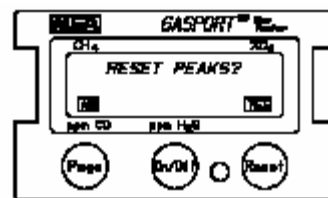

Figura 2-28. ¿Reajuste de Lecturas Pico?
2. Presione el botón RESET (YES) (SI), Figura 2-28, para reajustar las lecturas pico o presione el botón PAGE (NO) o espere 15 segundos para cancelar.